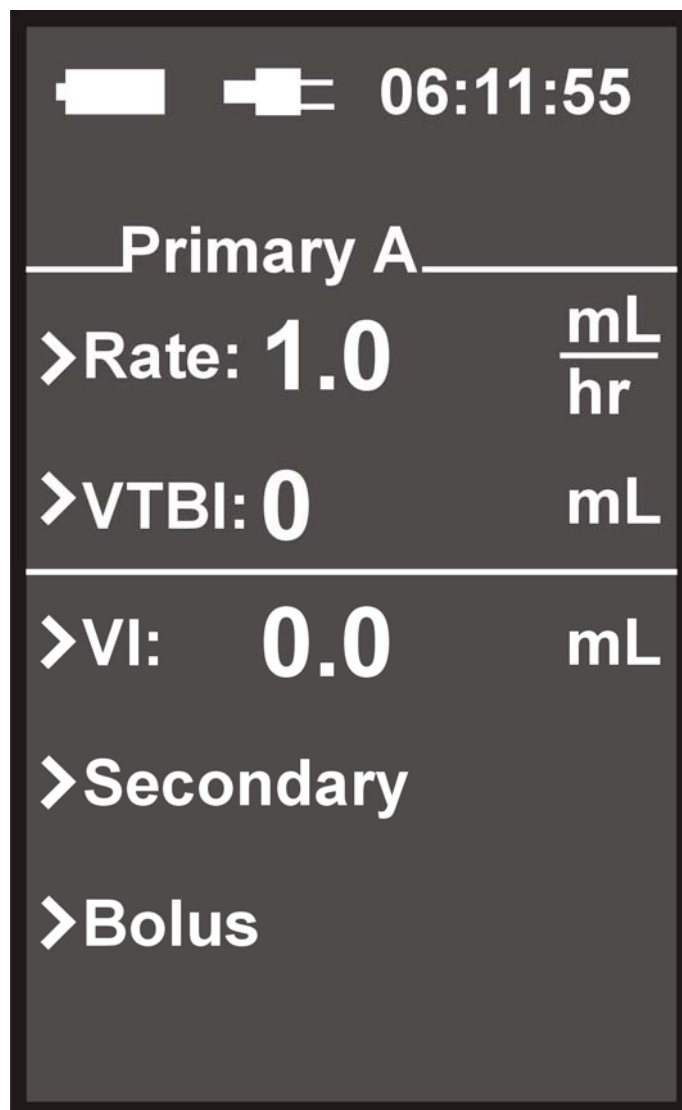

Figura 4-1. Display principale
Se non appare il display indicato in Figura 4-1, può essersi verificata una malfunzione del display. Anche se la pompa sembrasse funzionare correttamente contattare il servizio di assistenza.
4.2 Configurazione Infusione Primaria. Premendo il tasto  la pompa si accende. Durante l'accensione la pompa esegue una serie di test di autodiagnosi cui segue il messaggio "Powering On" e appare la schermata principale (**Vedere Figura 4-1**): il rateo di infusione, e il volume che deve essere infuso (VTBI) viene mantenuta in memoria per un periodo di un'ora (1 ora) dallo spegnimento della pompa. L'operatore ha a questo punto la possibilità di selezionare "Paziente Nuovo" (se la pompa è stata spenta da un'ora (1 ora) o